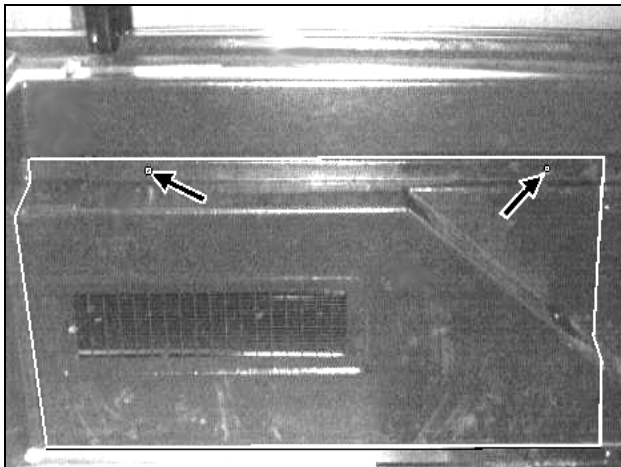
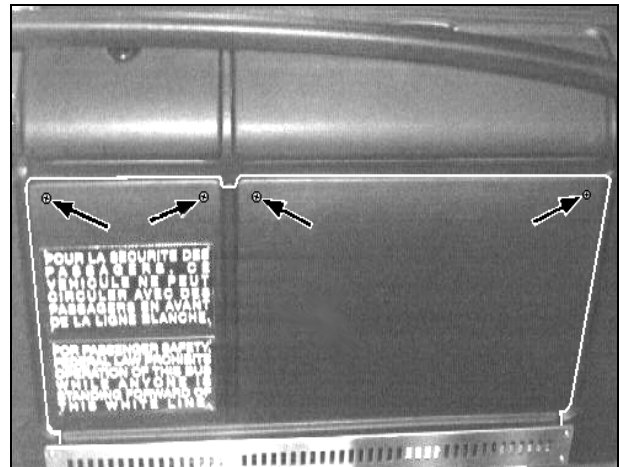
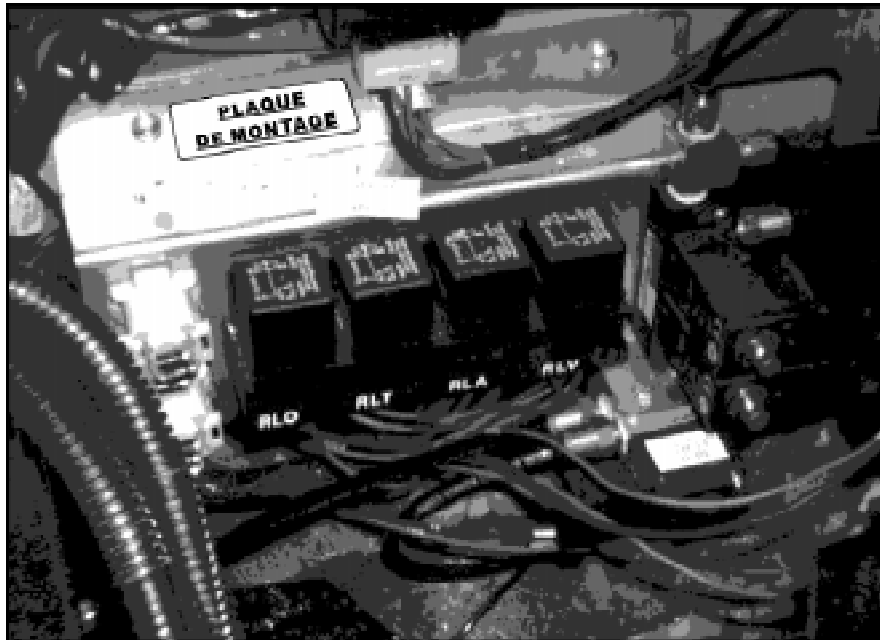
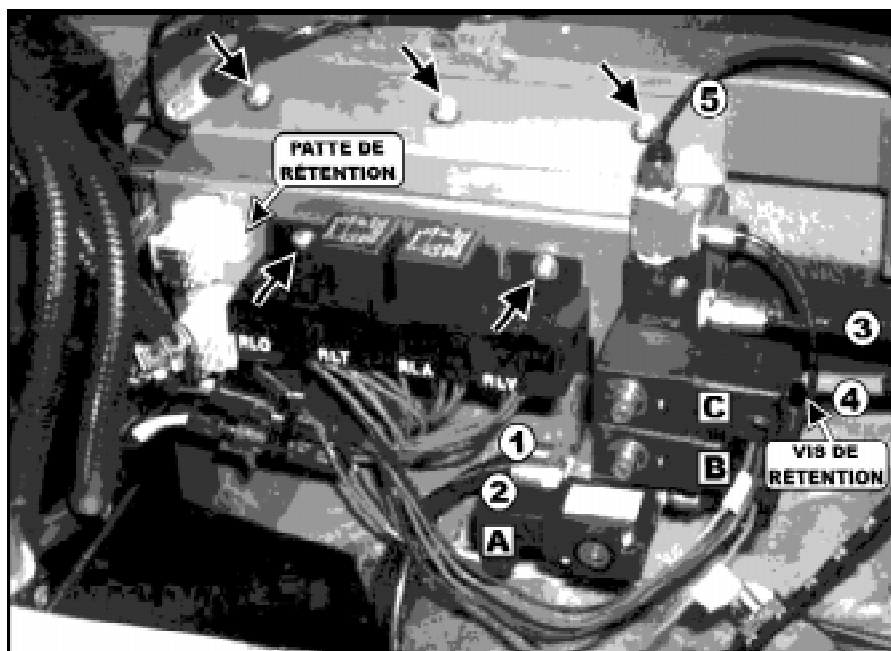

FIGURE 1a: PANNEAU D'ACCÈS (ANCIEN MODÈLE).
FIGURE 1b: PANNEAU D'ACCÈS (NOUVEAU MODÈLE).
FIGURE 2: ACCÈS À LA PLAQUE DE MONTAGE
FIGURE 3: DÉCONNEXION EN VUE D'EXTRAIRE LA PLAQUE DE MONTAGE.
2. Enlever le grand panneau d'accès à l'avant du véhicule. Avec un tournevis phillips #2, enlever les deux (2) vis qui retiennent le haut du panneau, ayant préalablement enlevé la main courante (Fig. 1a), sinon les quatre vis retenant le haut du panneau (Fig 1b), ce en dépit de l'année de fabrication du véhicule. Tirer sur le panneau vers le haut pour l'extraire. Fournir un éclairage adéquat pour travailler sur les composantes (Fig. 2).
3. Extraire les relais des deux extrémités de la rangée de quatre en les tirant vers le haut, dans le but d'avoir accès aux vis de montage de la rangée de relais (Fig 2) (Fig. 3).
5. Étiqueter les connections des solénoïdes tel qu'indiqué (A,B,C) sur la figure #3. Dévisser les vis de rétention en tête des connections (Fig. 3) avec un tournevis court phillips #1 et déconnecter toutes ces connections dans l'ordre désiré.
6. Dévisser les deux (2) vis qui retiennent la rangée de relais en prenant bien soin de ne pas les échapper dans le compartiment (Fig 3).
7. À l'aide d'un tournevis plat, retirer les deux (2) prises blanches de la plaque de montage en les repoussant par les pattes qui les retiennent sur la plaque (Fig. 3).
8. Dévisser les trois (3) vis qui fixent la plaque de montage toujours en prenant soin de ne pas les égarer pour ensuite sortir la plaque du compartiment (Fig. 3).